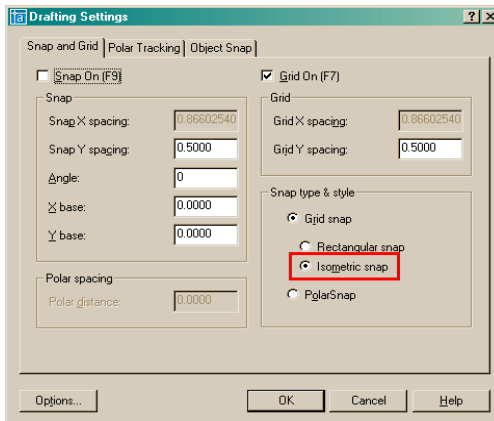

Рис. 7.2. Диалоговое окно настройки шага сетки и дискретного движения курсора
2) выбрать в этом меню строку *Drafting Setting (Установки черчения)* и щелчком левой кнопки мыши вызвать диалоговое окно с таким же названием (рис. 7.2).